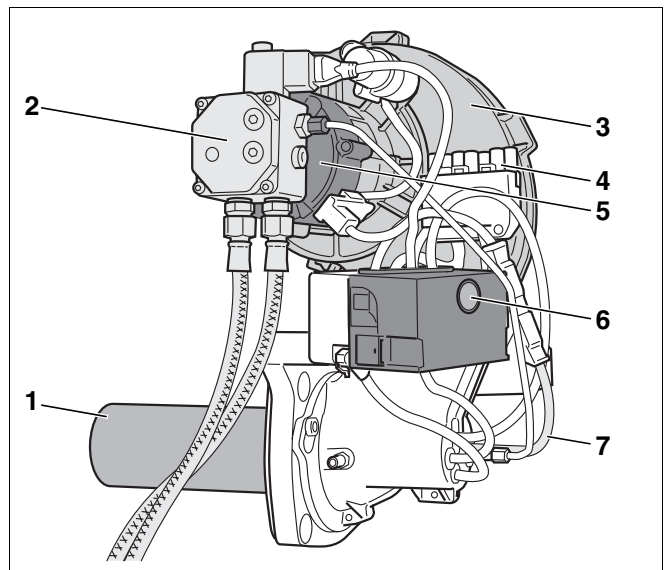
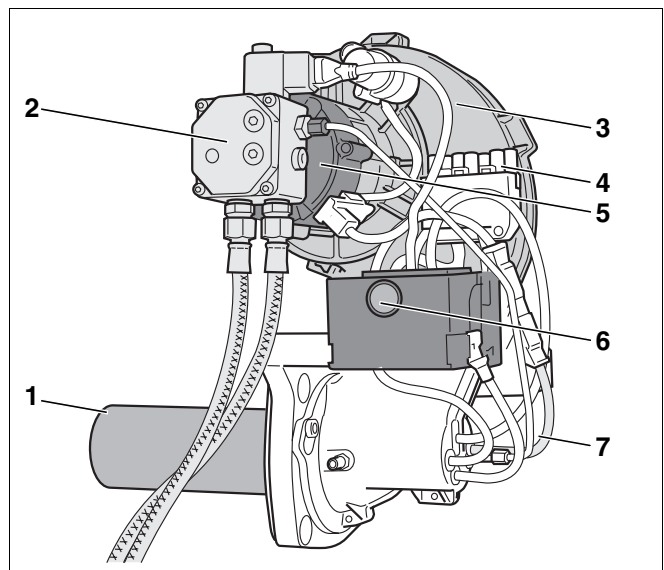

Рис. 1 Горелка Logatop BE 1
Рис. 2 Горелка Logatop BE 2
- труба горелки (рис. 1 и рис. 2, **поз. 1**)
- топливный насос с электромагнитным клапаном и шлангами для дизтоплива (рис. 1 и рис. 2, **поз. 2**)
- корпус горелки (рис. 1 и рис. 2, **поз. 3**)
- подключение горелки для семиполюсного штекера (рис. 1 и рис. 2, **поз. 4**)
- мотор горелки (рис. 1 и рис. 2, **поз. 5**)
- дизельный автомат горения с кнопкой подавления помех (рис. 1 и рис. 2, **поз. 6**)
- датчик пламени (рис. 1 и рис. 2, **поз. 7**)
Горелка (рис. 1 или рис. 2) соединена с системой управления через штекерное соединение (семиполюсный штекер).
Экспликация к рис. 1 и рис. 2: